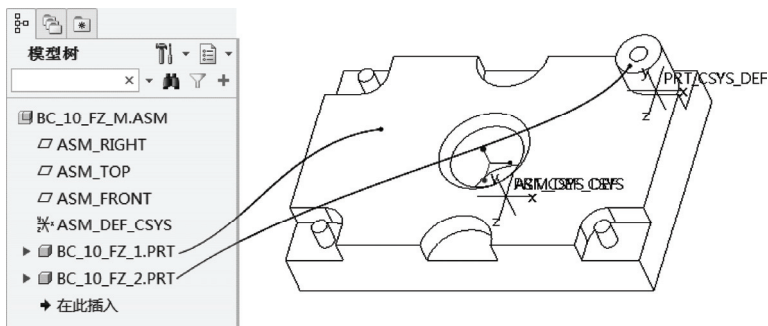

图 10-55 原始装配模型
1) 单击  (打开) 按钮，弹出“文件打开”对话框，选择“bc_10_fz_m.asm”文件(该文件位于随书光盘的“CH10\FZ”文件夹中)，单击“打开”按钮。该文件存在的原始装配模型如图 10-55 所示。